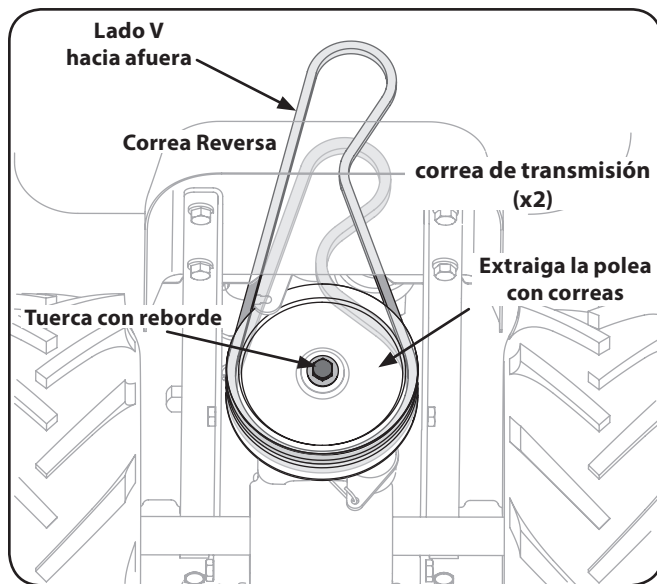

Figura 7-5
6. Extraiga la tuerca de brida que sujeta la polea de transmisión, luego retire la polea junto con las dos correas. Consulte la Figura 7-5.